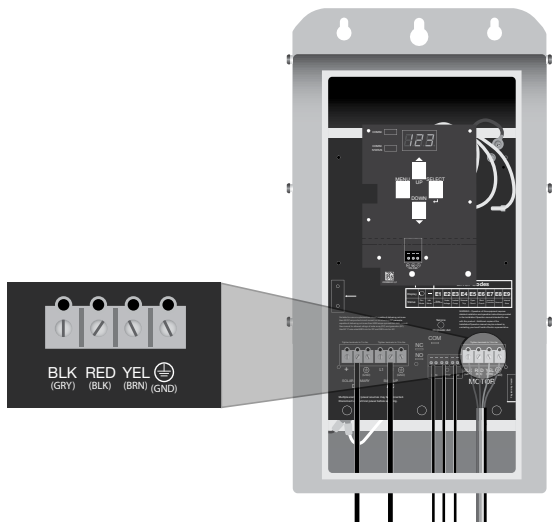

Figura 8: Conexión de cableado del motor
1. Conectar los cables desde el montaje de la bomba/motor al bloque terminal etiquetado con "MOTOR" y marcado con BLK, RED, YEL y GND (figura 8). (Especificación de par de torsión: 15 libras-pulg/ 1.7 N-m).